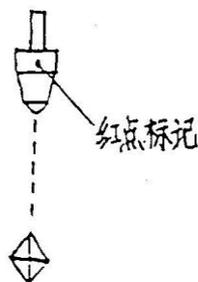

图 10
- c) 在压头的外圆处有一个红点标记，如压头卸下重新装上时，红点应对准正前方，此时压痕对角线交点和红点成一线(见图 10)。然后观察试验后的压痕，用目镜上的十字线去比对压痕对角线是否偏斜。如有，松开压头螺钉略转动压头，紧定螺钉。通过试验再进行比对压痕是否已对准十字线。